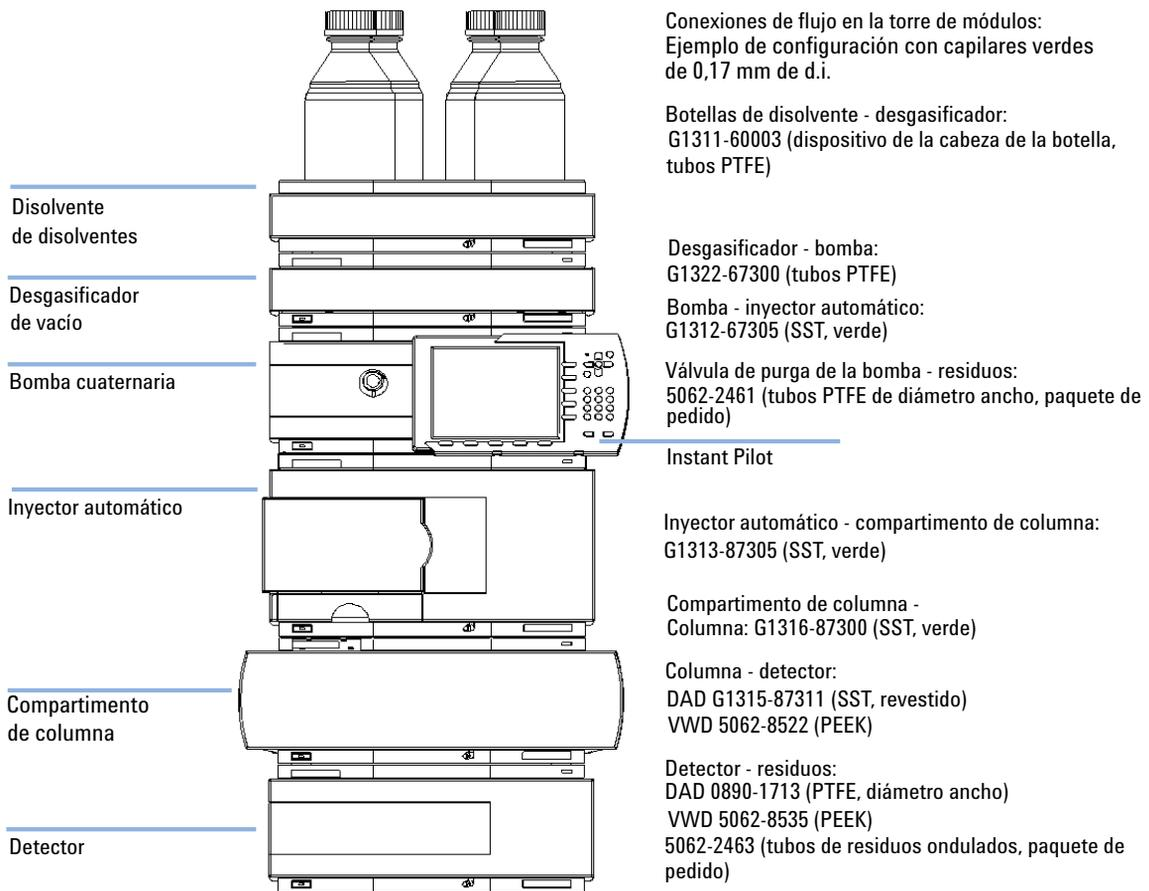

Figura 5 Configuración recomendada de la torre de módulos (vista frontal)
- 1 Coloque los módulos en una torre tal y como se muestra en Figura 5 en la página 33.
- 1 Coloque el desgasificador de vacío en la torre de módulos tal y como se muestra en Figura 5 en la página 33.